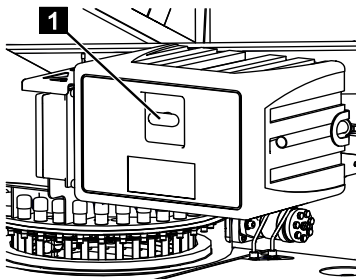

Fig. 215
3. Tourner la clé du coffret dans la serrure (Fig.215/1) dans le sens inverse des aiguilles d'une montre pour verrouiller le coffret.
4. Enfoncer le cache sur le verrouillage (Fig.215/1).